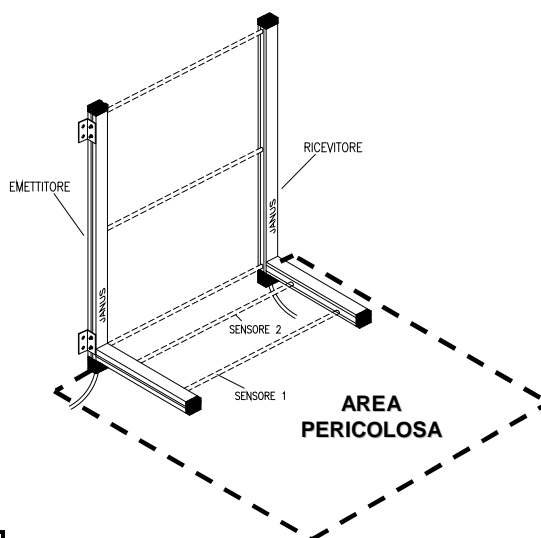

Figura 5
In questo modello i sensori 1 e 2 sono dallo stesso lato rispetto alla barriera verticale e sono posti davanti al varco pericoloso (Figura 5). Tale modello è unidirezionale e risulta utile per proteggere varchi con uscita pallet.
**Per il funzionamento in sicurezza della serie ML S2, è assolutamente necessario che gli elementi sensori orizzontali di muting siano posizionati all'interno dell'area pericolosa (tratteggiata in Figura 5).**